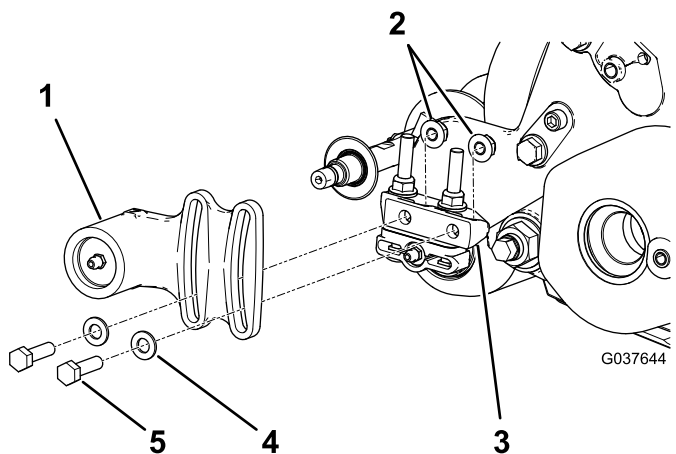
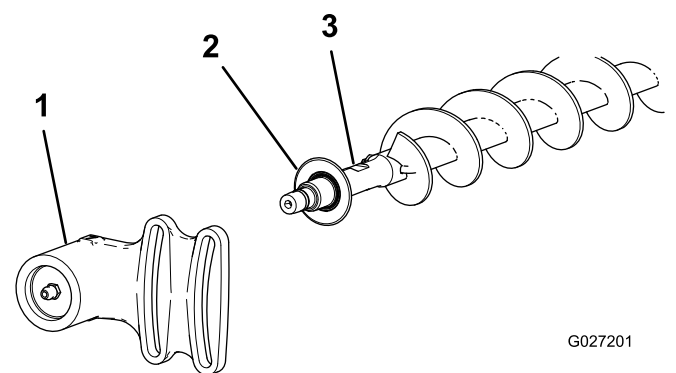

図 20
図 21
1. すでにローラブラシが取り付けられている場合は、駆動側でない方のベアリングハウジングをベアリングハウジング取り付けブラケットに固定しているボルト2本、ワッシャ、ナットを取り外す 図 20 と 図 21。
2. ブラシのシャフトから、非駆動側ベアリングハウジングとエクスクルーダシールを外す 図 21。